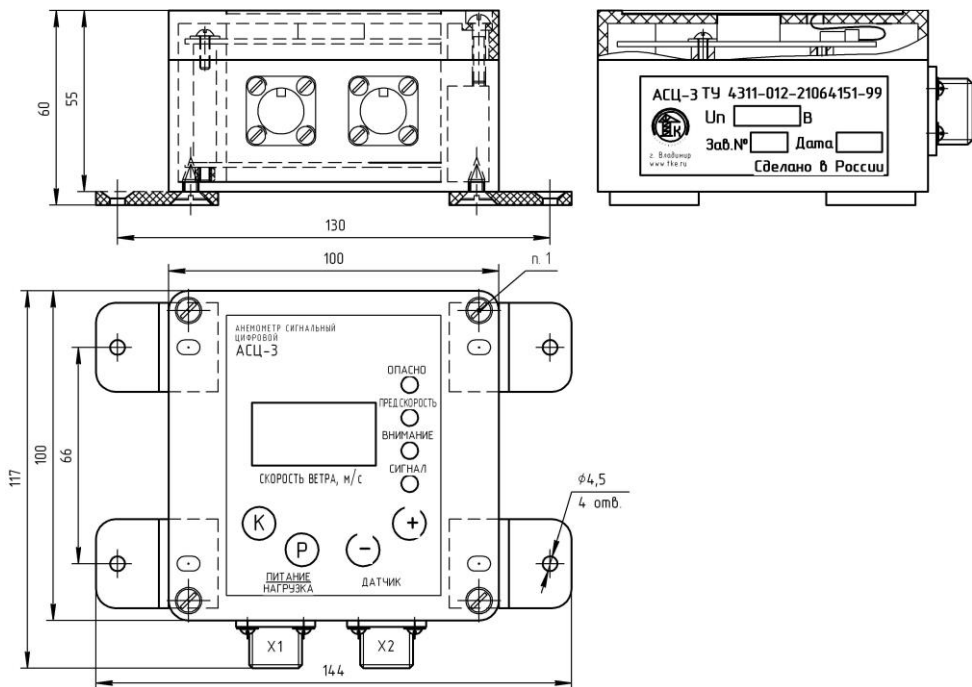

Рисунок 2
4.2.2 Блок контроля (рисунок 2).
6.1.3 Проверить исправность блока контроля и работу совместно с датчиком, для чего подключить кабель к разъему блока контроля, вилку кабеля питания включить в сеть 220 В (при питании постоянным током подключить провода питания к источнику постоянного напряжения от 9 до 30 В соблюдая полярность). Проверить значения уставки по предельной скорости ветра и функционирование сигнализации. Для этого нажать кнопку «К» (рисунок 2) и удерживать в этом положении. На табло высветится значение уставки и произойдет включение светодиодов «ВНИМАНИЕ», «ПРЕДЕЛЬНАЯ СКОРОСТЬ», «ОПАСНО». Убедившись в исправности, отпустить кнопку «К». Время нажатия не должно превышать 2 мин.